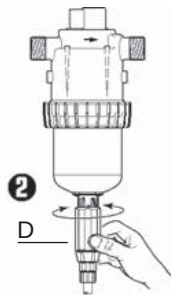

Рис. 13
- Установить регулировочную гайку (Рис. 13-D) таким образом, чтобы её верхняя кромка находилась на значении требуемой дозы.